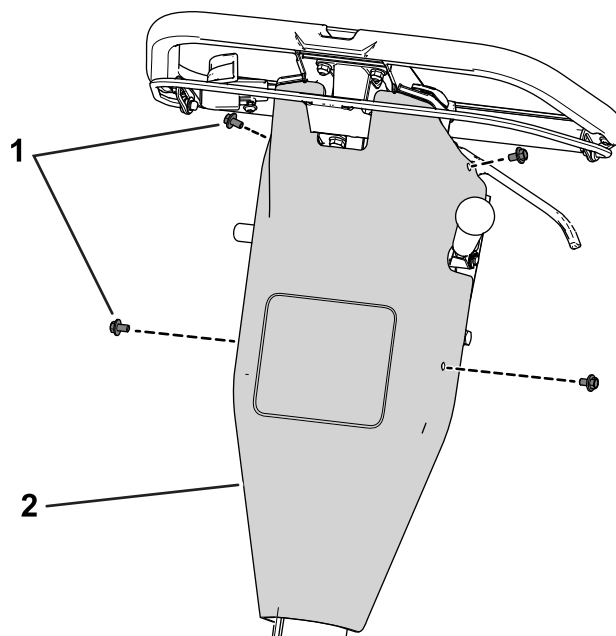

Figura 41
B. Scoatei capacul panoului de comandă prin îndepărtarea uruburilor care fixează capacul pe panoul din spate (Figura 41).